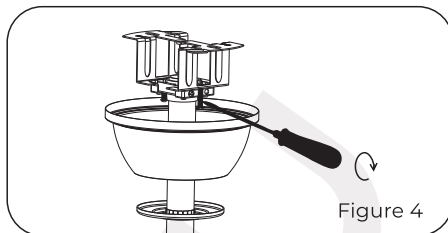

Figure 4
3. Vissez la tête de suspension et le support pour les fixer (Figure 4).